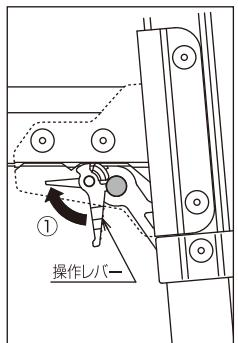
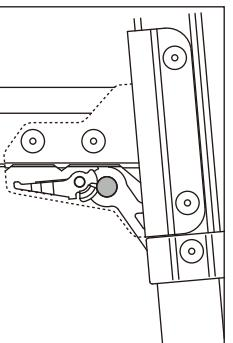
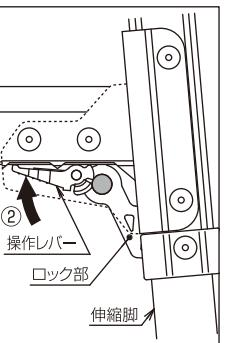
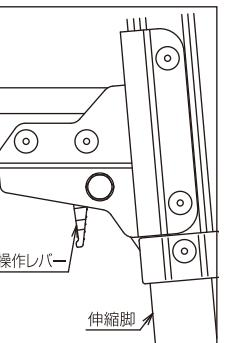

図1 ロック状態
図2 操作レバー解除状態
図3 操作方法
図4 伸縮装置外観
- 操作レバーを図1のロック状態から矢印①の方向に回転させて操作レバーが水平になる位置(図2参照)にして、操作できる状態にしてください。
- 図2の状態から図3のように操作レバーを矢印②の方向に押したまま本体を持ち上げて、伸縮脚を伸ばしてください。持ち上げても伸びない場合は、操作レバーを押したまま手で伸縮脚を引き伸ばしてください。
- 希望の長さまで伸縮脚を伸ばした後は、操作レバーが図2の状態にもどっていることを確認後、図1の矢印①とは逆方向に操作レバーを回転させて図1のロックされた状態にしてください。(外観は図4のように見えます。)
- 図2の状態から図3のように操作レバーを矢印②の方向に押したまま本体を持ち上げて、伸縮脚を手で縮めてください。
- 希望の長さまで伸縮脚を縮めた後は、操作レバーが図2の状態にもどっていることを確認後、図1の矢印①とは逆方向に操作レバーを回転させて図1のロックされた状態にしてください。(外観は図4のように見えます。)